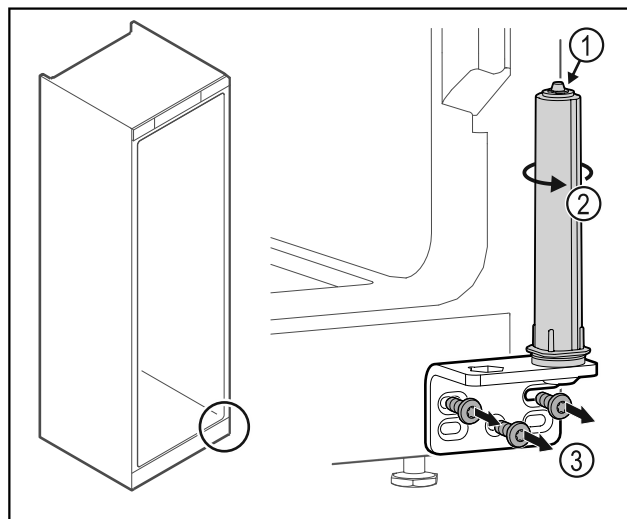

Fig. 31
- Ne pas désassembler le système de fermeture de la porte Fig. 31 (1).
- Tourner le système de fermeture Fig. 31 (2) jusqu'à entendre un clic.
- Dévisser l'équerre de charnière Fig. 31 (3).